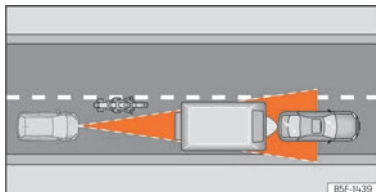

Abb. 107 Vorausfahrender Motorradfahrer außerhalb des Erfassungsbereichs des Radarsensors.
- Versetzt fahrende Fahrzeuge oder Fahrzeuge, die außerhalb des Erkennungsbereichs des Sensors fahren, z. B. Motorräder »» (Abb. 107).